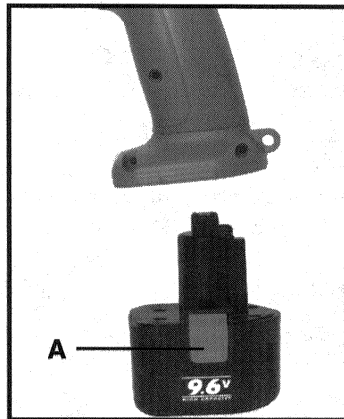

Fig. 6
PARA QUITAR EL PAQUETE DE BATERÍA: Apriete los dos botones para soltar la batería (A) Fig. 6, (uno está a cada lado del paquete) y tire (jale) el paquete de batería de la herramienta.